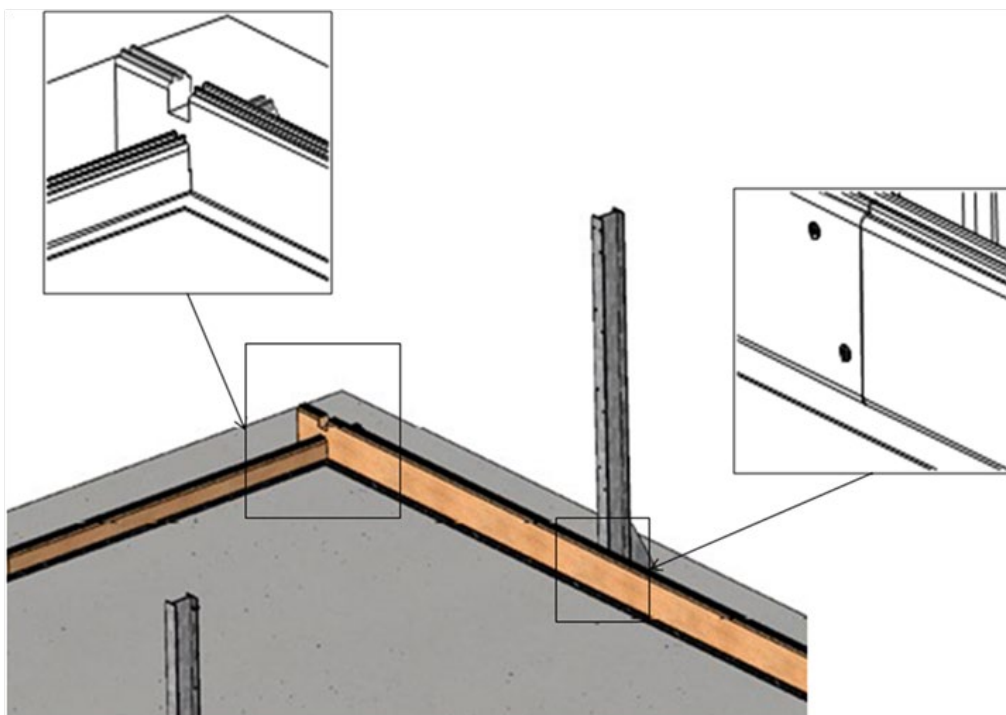

Abbildung 10 – Verkantung der Bohlen untereinander
- untereinander, wie in *Abbildung 10*, beschrieben mithilfe von 2 Schrauben pro Lamellenpaar und auf beiden Seiten mit einer Höhe von je 10 Lamellen, also insgesamt 80 A4 Edelstahl-Senkkopfschrauben 5 × 40 mit Torx-Gewinde bis 25 mm (Pack C);;